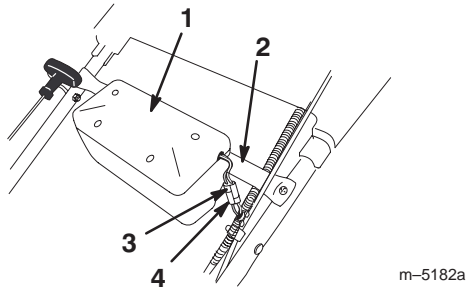

Figure 5
2. Alignez les ergots du boîtier de la batterie et les trous de la barre de la batterie. Abaissez les ergots dans les trous jusqu'à ce que le boîtier s'enclenche en position (Fig. 5).
3. Raccordez le câble de la batterie au câble du faisceau dans le tube ondulé (Fig. 5).